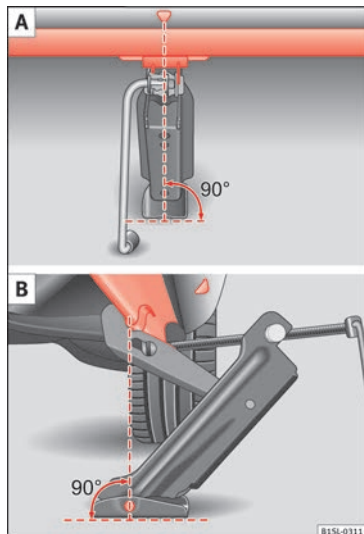

Fig. 56 Cric placé sur la partie arrière gauche du véhicule.
- Placez le cric exclusivement sur les points de prise mentionnés. La griffe du cric doit être bien assurée, et embrasser la nervure de renfort du bas de caisse » fig. 56.